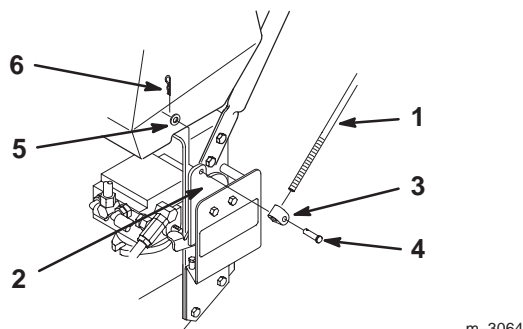

Figure 4
1. Enfilez l'axe de chape dans le raccord de la tige et le trou de fixation du support de commande (en passant par l'extérieur). Fixez l'ensemble avec une rondelle et une goupille fendue (Fig. 4).
4. Poussez la tige complètement en avant jusqu'à ce qu'elle porte contre la butée du support de commande. Vissez ou dévissez la tige dans le raccord du support de commande jusqu'à ce qu'elle soit alignée avec les trous des barres de commande supérieures (Fig. 4).
4. Poussez la tige complètement en avant jusqu'à ce qu'elle porte contre la butée du support de commande. Desserrez l'écrou papillon et vissez ou dévissez le tendeur jusqu'à ce que la tige soit alignée avec les trous des barres de commande supérieures (Fig. 4).